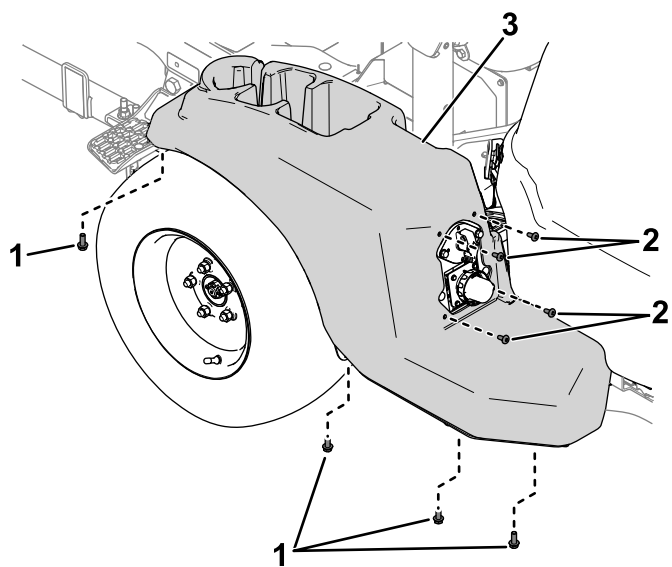

Figure 1
1. Retirez les boulons et les vis qui fixent le carénage sur le côté gauche de la machine (Figure 1) et déposez le carénage.